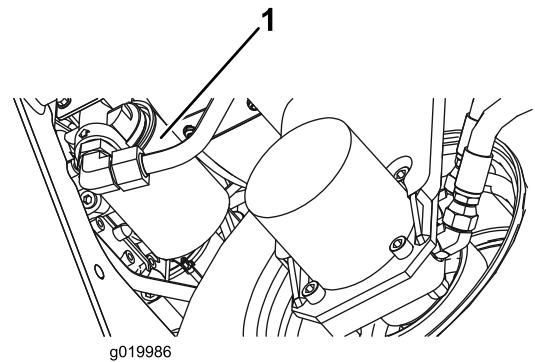

Figura 77
2. Limpe a zona de montagem do filtro. Coloque um recipiente de escoamento debaixo do filtro (Figura 77) e retire o filtro.